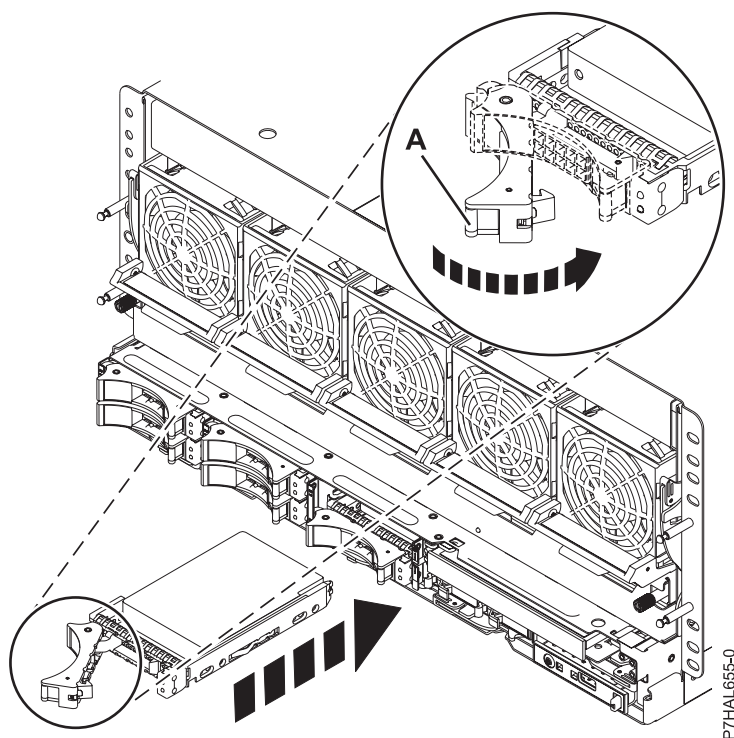

Figura 38. Substitució d'una unitat de disc al sistema
7. Quan el LED d'identificació parpellegi, inseriu del tot la unitat de disc o unitat d'estat sòlid en el sistema o unitat d'expansió i feu pressió a la nansa de la unitat (A) fins que quedi bloquejada, tal com es mostra a la Figura 38 a la pàgina 60.